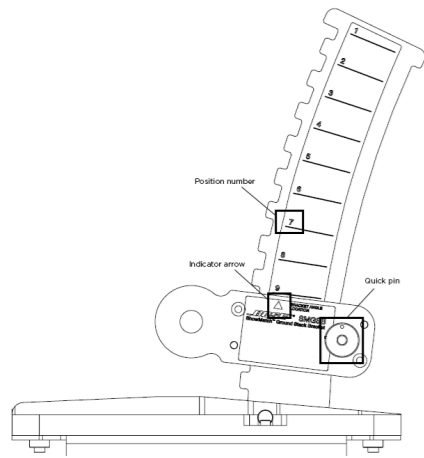

图 1.位置编号
2. 将可调节连杆的顶部放置在所需位置对应线条的正下方。可调节连杆上的指示箭头将指向位置编号。参见图 1。有关每个全频段模块对应的倾斜角度，请参见图 2 中的表格。